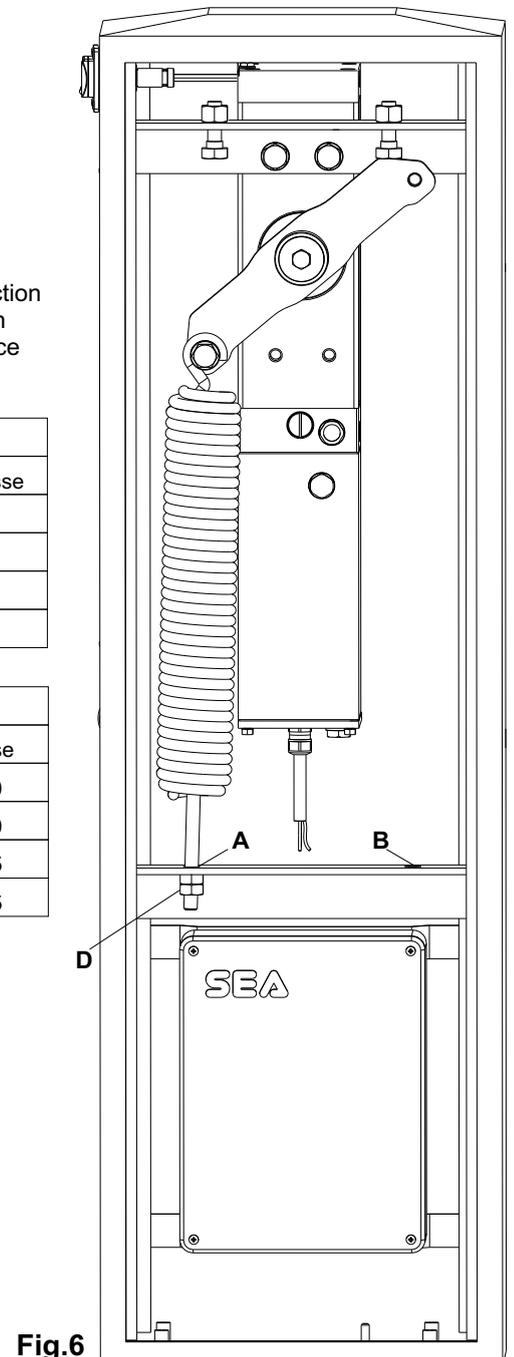

Fig.6
Insérer le tirant du ressort dans le trou (A ou B) et insérer les dés (D) sans les bloquer (Fig.6).